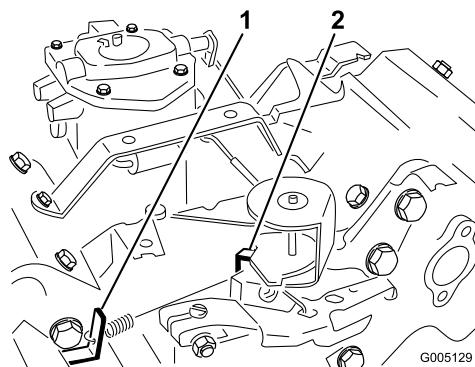

Figure 50
3. Courbez la languette d'ancrage du ressort de ralenti régulé (Figure 50) pour obtenir un régime de ralenti de 1650 ± 100 tr/min. Vérifiez le régime avec un compte-tours.
5. Réglez la manette d'accélérateur en position Haut régime. Pliez la languette d'ancrage du ressort de haut régime (Figure 50) pour obtenir un haut régime de 2850 ± 50 tr/min.